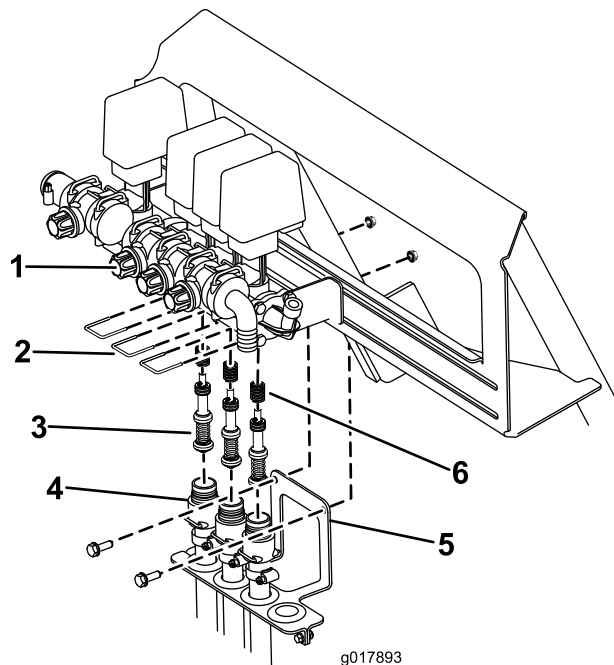

Bild 73
- Entfernen Sie die drei Gabeln, mit denen der Ventilsockel am Ventil befestigt ist (Bild 73).
- C. Nehmen Sie die zwei Schrauben und Muttern ab, mit denen die Schlauchkabelbaumhalterung am Spritzgerätrahmen befestigt ist (Bild 73). Senken Sie die Schläuche vom Ventil entfernt ab.
- D. Entfernen Sie die drei Schrauben, mit denen die Kolben im Ventil befestigt sind, mit einem 3-mm-Inbusschlüssel. Achten Sie auf die Federn im Ventil (Bild 73).